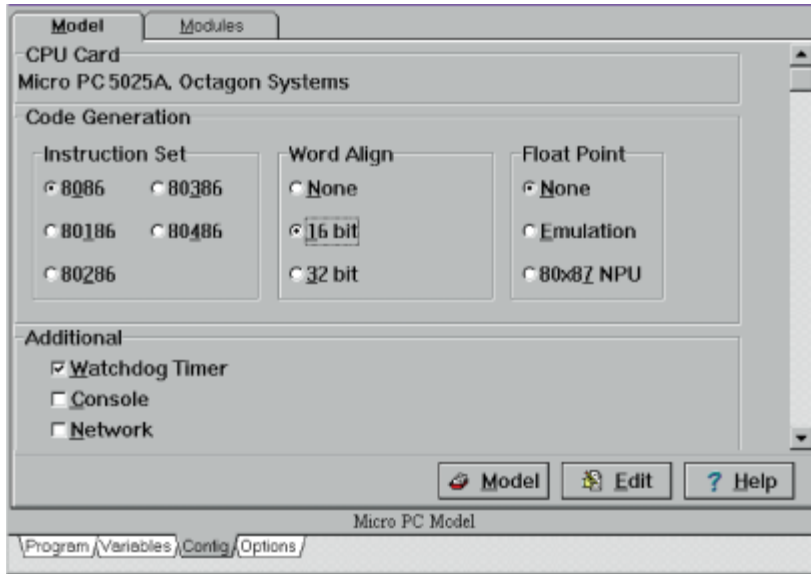

Рис. 10. Во время конфигурирования можно задать различные системные установки
- указываются системные установки, такие как наличие сети, сторожевого таймера, настройки компилятора (рис. 10);